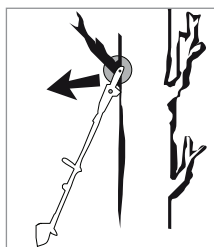

Fig. 2
- Reculul poate avea loc la atingerea vârfului lamei ⑤ de un obiect sau atunci când lemnul se curbează, iar lanțul de fierăstrău ④ se blochează în tăietură (a se vedea fig. 2).